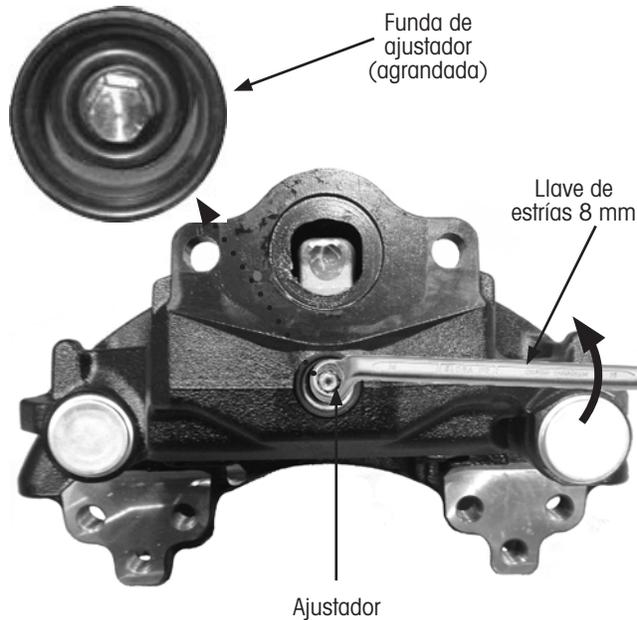

Figura 19: Rote el ajustador con una llave de estrías de 8 mm
6. **Revise** la funda del ajustador por desgaste y daños (Figura 19). Reemplace si está dañada o desgastada.